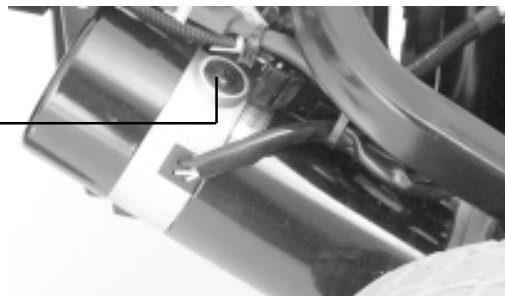

Figure 10. Emplacement brosse moteur
2. Enlevez les couvercles des brosses. Voir la figure 10.